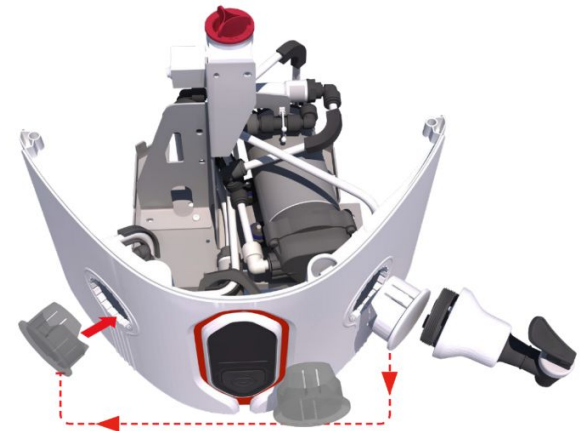

Abb. 5
1. Verschieben Sie den Zapfhahn von der linken Seite an seine neue Position auf der rechten Seite. Entfernen Sie die weiße Blindkappe, indem Sie fest daran ziehen, um die Clips zu lösen. (Abb. 5)
2. Verschieben Sie die weiße Blindkappe und setzen Sie sie in die linke Öffnung des Zapfhahns ein. Drücken Sie sie fest, um sie zu befestigen. (Abb. 5)